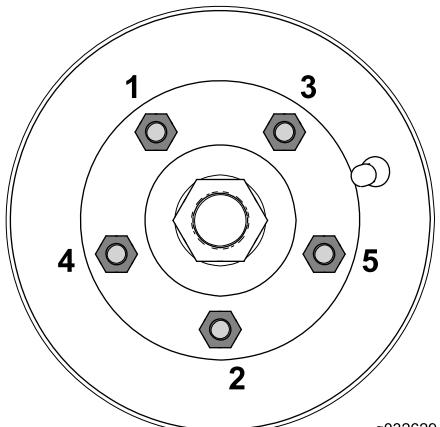

Рисунок 84
- Затяните зажимные гайки колес с моментом от 88 до 115 Н·м в следующем порядке (Рисунок 84).